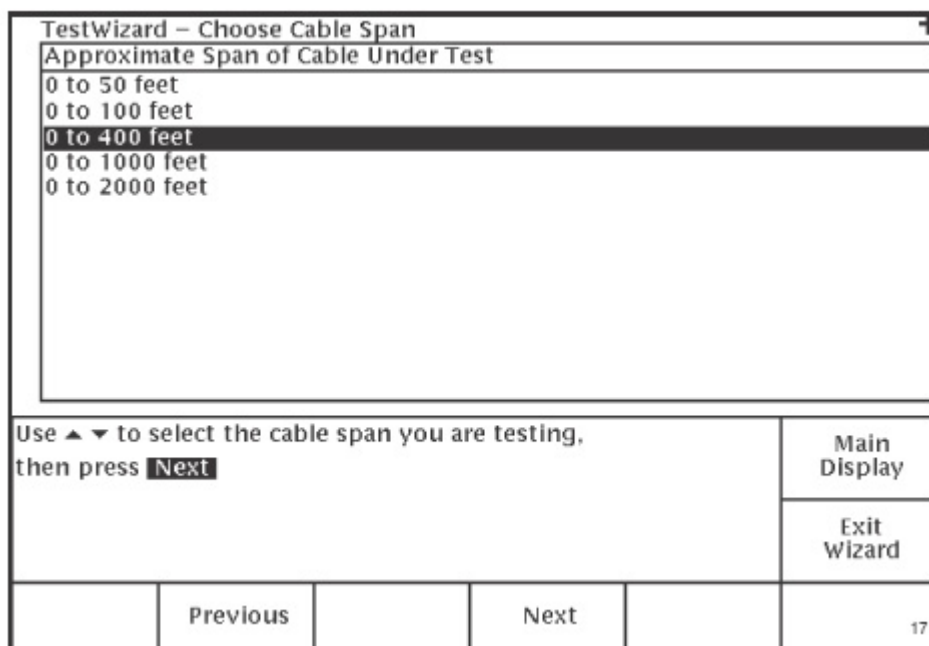

Рис. 4-2. Меню "TestWizard - Choose Cable Span". Выбор длины кабеля
3. После выбора типа кабеля нажмите кнопку **Next** (далее) для перехода к меню "TestWizard - Choose Cable Span" (выбор длины кабеля) (рис. 4-2).